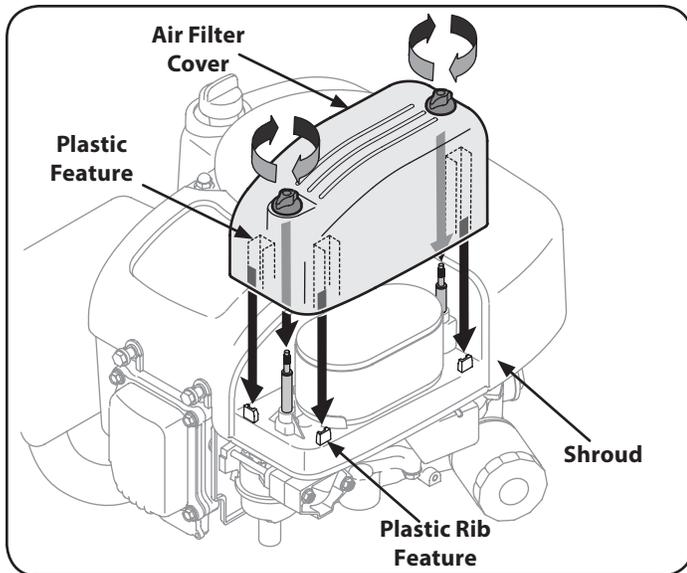

Figure 18
6. Coloque la tapa del filtro de aire, asegurándose de alinear las características de la costilla de plástico de la cubierta a las funciones de plásticas en la cubierta del filtro de aire. Vea la Figure 18. Gire los tornillos hacia la derecha hasta que quede ajustado. Si cualquier desalineación.